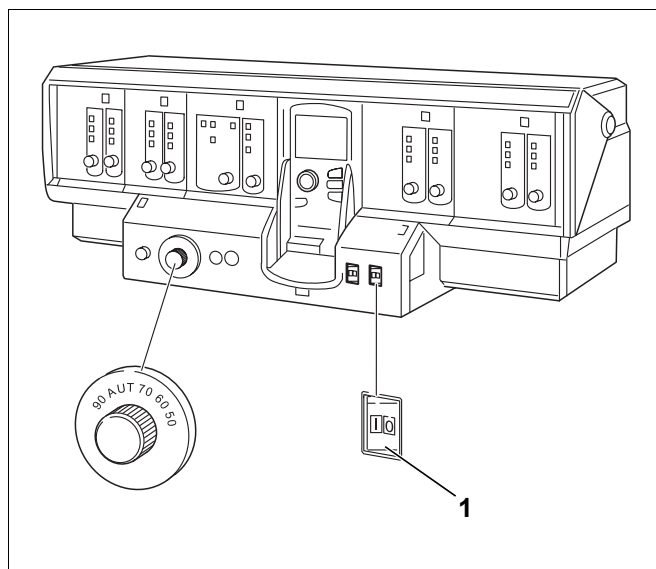

Bild 70 Beispieldarstellung Logamatic 4311
- ▶ Betriebsschalter (Bild 70, **Pos. 1**) am Regelgerät in die Stellung „0“ schalten.